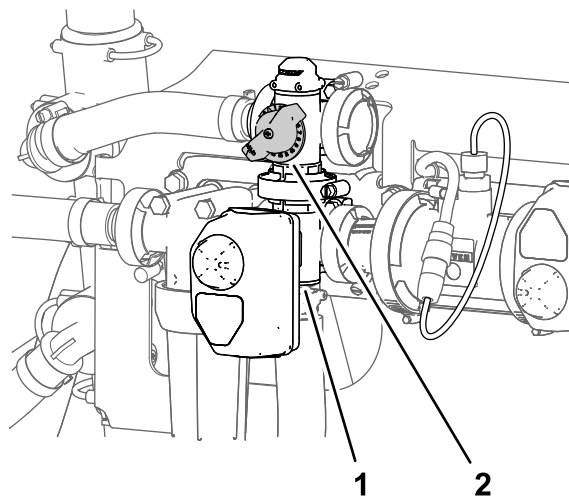

Рисунок 206
2. Отрегулируйте клапан перепуска перемешивания (Рисунок 206) так, чтобы показание давления в системе опрыскивателя стало равно 689 кПа (100 фунтов на кв. дюйм).